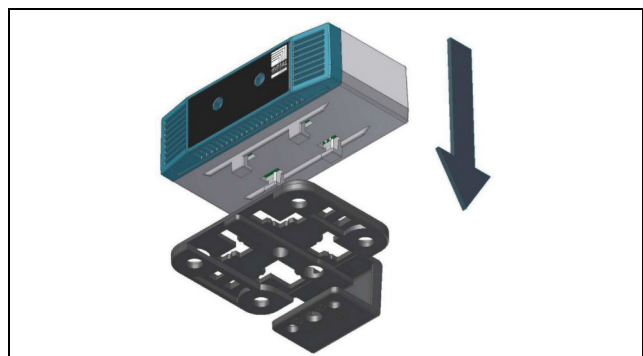
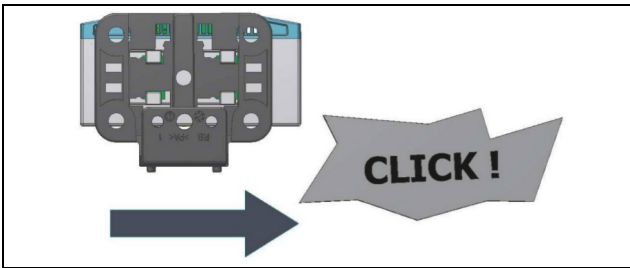

Abb. 3: Aufsetzen des Sensors auf den Halter
Abb. 4: Einrasten des Sensors auf dem Halter
- Setzen Sie dann den Luftstromsensor auf den Halter auf (Abb. 3) und rasten Sie ihn ein (Abb. 4).